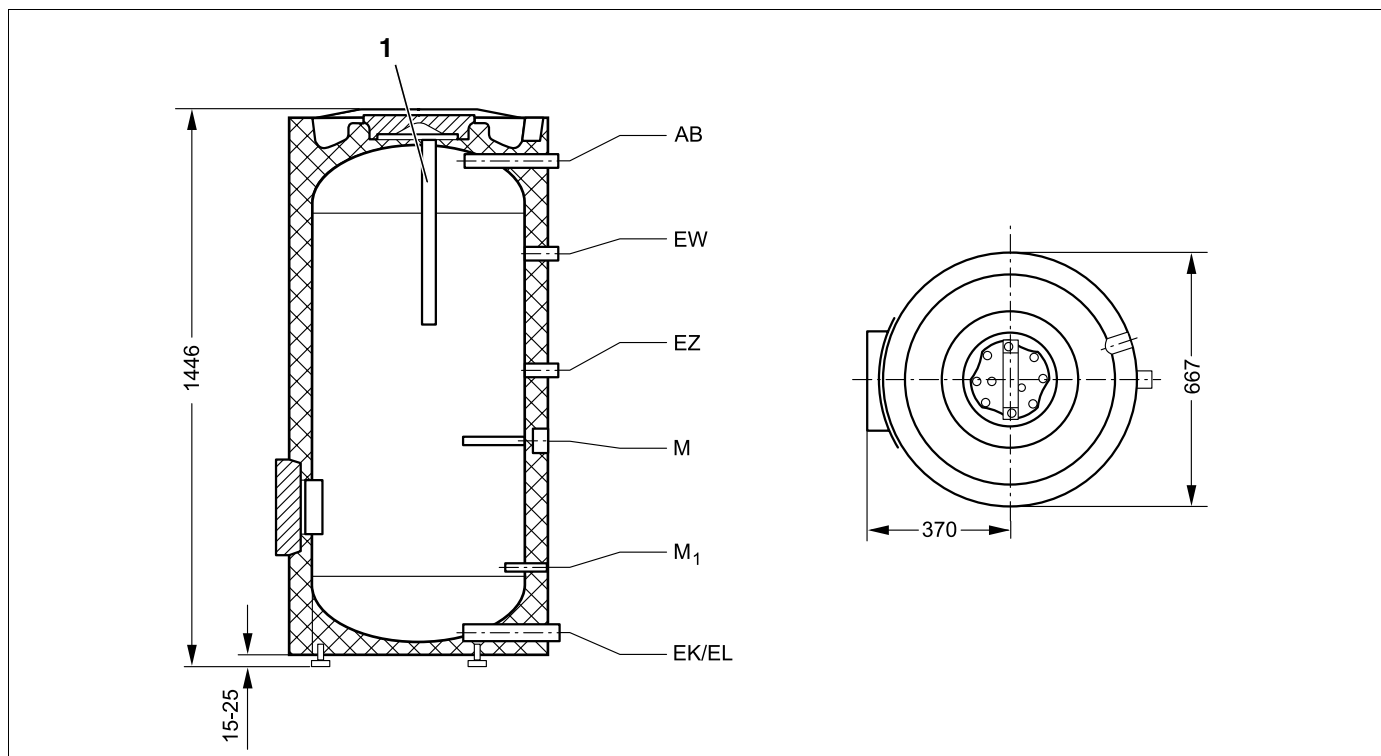

Fig. 4 Dimensioni e attacchi (dimensioni in mm)
- Montare la sonda nel pozzetto ad immersione sul retro dell'accumulatore nell'attacco M, in sistemi di produzione d'acqua calda con scambiatore esterno usare anche l'attacco M1 (fig. 4, pagina 5).